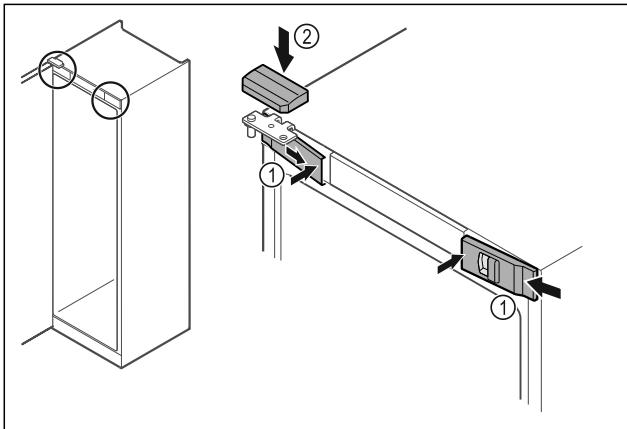

Fig. 54
- Agganciare le coperture anteriori Fig. 54 (1) di lato e innestarle all'interno.
- Innestare la copertura superiore Fig. 54 (2) dall'alto.